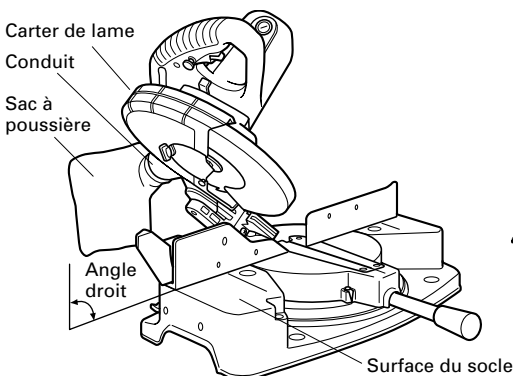

Fig. 27
(1) Si le sac à copeaux est plein, les copeaux sortent du sac quand la lame tourne. Vérifier le sac à copeaux périodiquement et le vider avant qu'il ne soit plein.
(2) Lors d'une coupe de biseau ou d'une coupe mixte, fixer le sac à copeaux à angle droit sur la surface du socle comme indiqué à la Fig. 27.